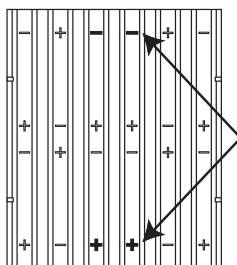

Figure 18. Polarité
2. Remplacer les douze (12) piles 1,5 V AA/LR06. Respecter la polarité (Figure 18).